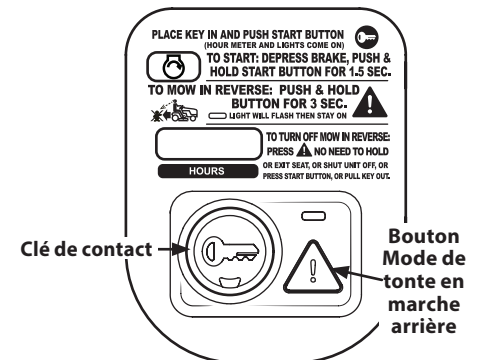

Figure 3-6
2. Pressez le bouton de mode de tonte en marche arrière (c) pendant trois secondes. La lampe témoin clignote pendant 3 secondes et reste allumée lorsque le mode de tonte en marche arrière est activé. Voir Figure 3-6.
3. Le témoin lumineux au-dessus du bouton de mode de tonte en marche arrière s'allume lorsque le mode de tonte en marche arrière est activé. Voir Figure 3-6.